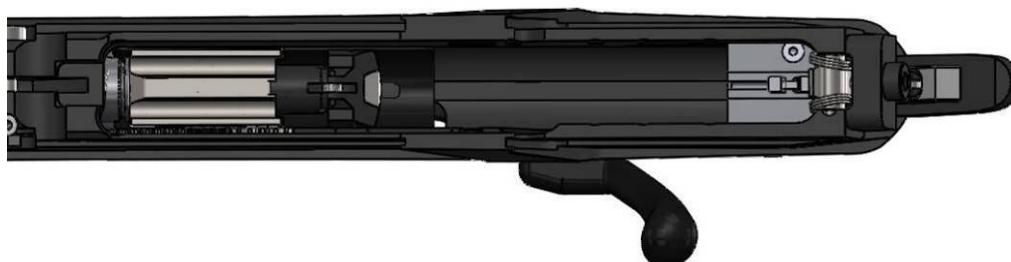

Рисунок 26
(5) Переместить взводитель в самое крайнее переднее положение (рис. 26).